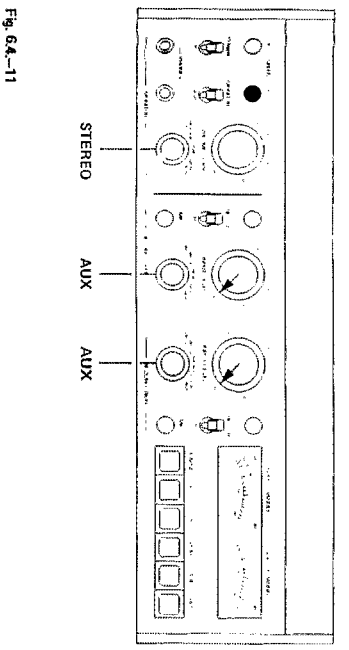
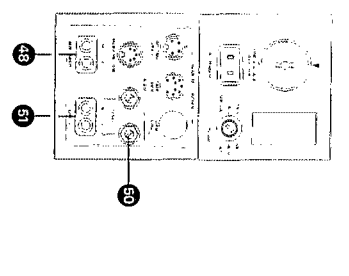

Fig. 6.4-11
Fig. 6.4-12
- Bedienungselemente nach Fig. 6.4-11 einstellen.
- NF-Millivoltmeter an Ausgang (51) OUTPUT anschließen. Bereich 100 mV.
- NF-Generator an Anschluss (48) AUX INPUT parallel anschließen. Frequenz: 10 kHz.
- Mit Justerschraube (R) (Fig. 6.4-12) Pegelmaximum einstellen. Anzeigerzeugung beachten, deshalb besonders langsam einstellen.
- Set operating controls as per fig. 6.4-11.
- Branchez un millivoltmètre BF à la sortie (51) OUTPUT. Echelle 100 mV.
- Reconnectez le générateur BF aux entrées (48) AUX INPUT. Fréquence: 10 kHz/signal: 0,775 V à la sortie.
- Tournez la vis de réglage (R) (fig. 6.4-12) pour obtenir le signal de sortie maximum. Tournez la vis lentement en tenant compte du décalage des têtes.
- NF-Millivoltmeter an Ausgang (51) OUTPUT anschließen.
- NF-Generator an Anschluss (48) AUX INPUT parallel anschließen. Frequenz: 10 kHz/ Spannung: 0 VU -20 dB.
- Mit Justerschraube (R) (Fig. 6.4-12) die Ausgangsspannung auf Maximum (scharf) einstellen.
- Branchez un millivoltmètre BF à la sortie (51) OUTPUT.
- Reconnectez un générateur BF aux entrées (48) AUX INPUT. Fréquence: 10 kHz/tension: 0 VU -20 dB.
- Effectuez le réglage fin (très pointu) avec la vis (R) pour obtenir le signal de sortie maximum.
- Connect audio millivoltmeter to both sockets OUTPUT (51) in parallel.
- Connect audio generator to AUX INPUTS (48) in parallel. Select frequency of 10 kHz and adjust to a level of 20 dB below 0 VU.
- Adjust screw (R) (fig. 6.4-12) until a sharply rising, well defined maximum in output voltage is obtained.